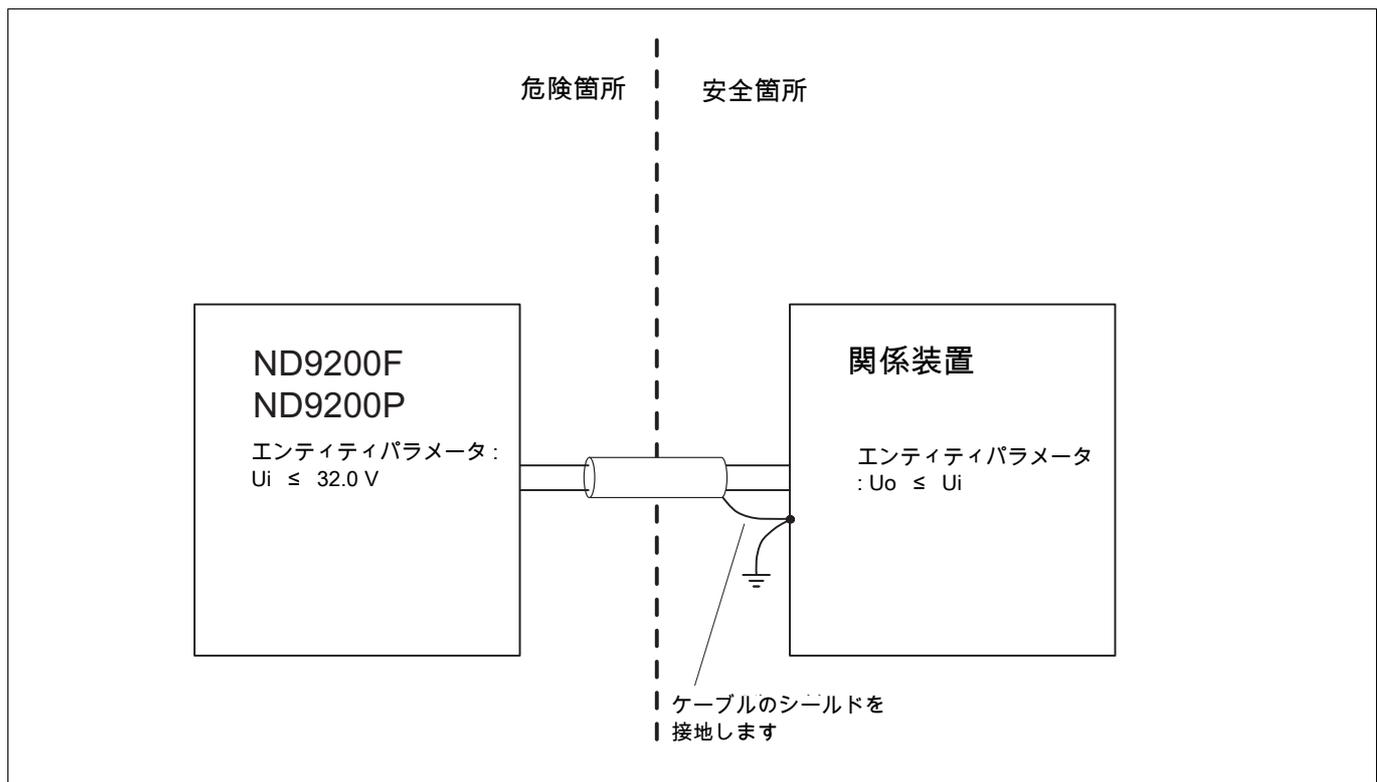

図 13 制御配線 ND9000F よび ND9000P、Ex d
ND9000 とアクチュエータ間の空圧配管は第 4.6 章の説明に従って行ってください。また、位置センサーと ND9000 の配線は図 13 に従って行ってください。
6. 位置センサーケーブルのコネクタ端子を ND9000 メスコネクタ (図 13) に接続します。